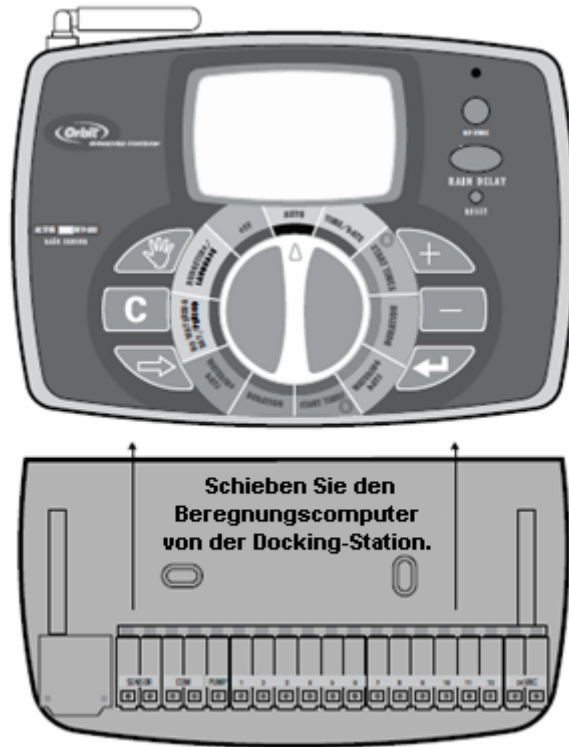

Abb. 3: Montage der Docking-Station
- Schieben Sie den Berechnungscomputer von der Docking-Station. (Siehe Abb. 3)